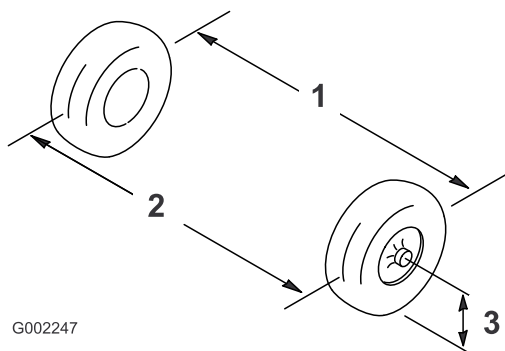

Figura 64
2. Meça a distância entre os pneus dianteiros à altura do eixo na zona dianteira e traseira dos pneus dianteiros (Figura 64).